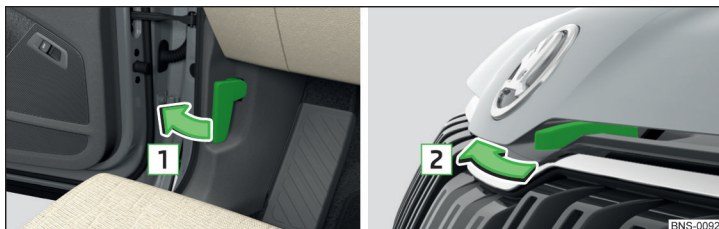

Abb. 324 Motorraumklappe öffnen
- Die Fahrertür öffnen und am Entriegelungshebel unterhalb der Schalttafel in Pfeilrichtung **1** ziehen » Abb. 324.